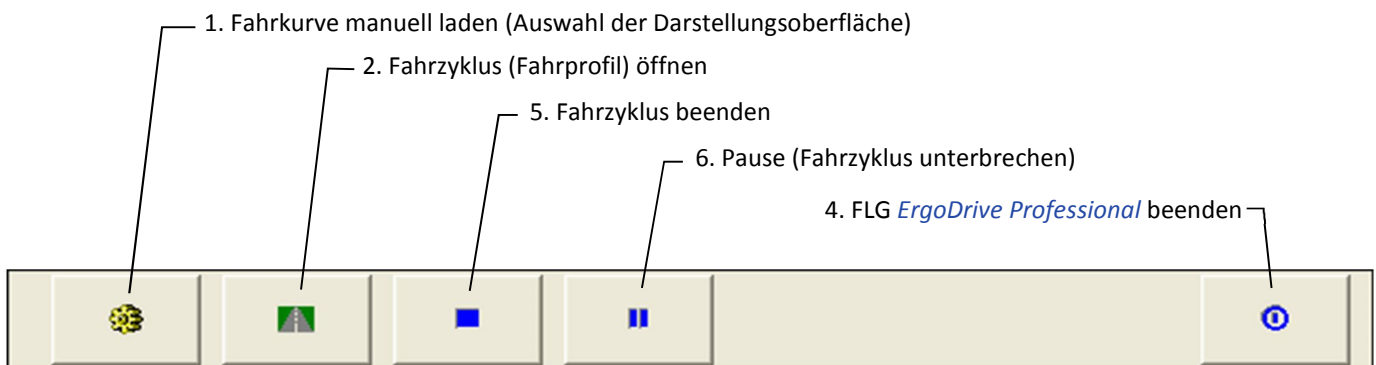

Abbildung 11: Bedienteile des FLG nach Start eines Fahrzyklus
3.  **Start:** Mit dieser Schaltfläche wird der Fahrzyklus (die Testfahrt) mit dem FLG sowie das Mitprotokollieren (loggen, optional) der Messwerte gestartet. Siehe hierzu auch Abbildung 11.